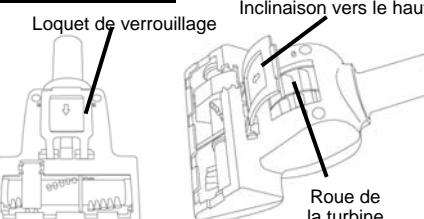

Fig. 10
2. Tournez la brosse turbo sur le côté et ouvrez le couvercle pour accéder à la roue de la turbine. (Fig. 10)